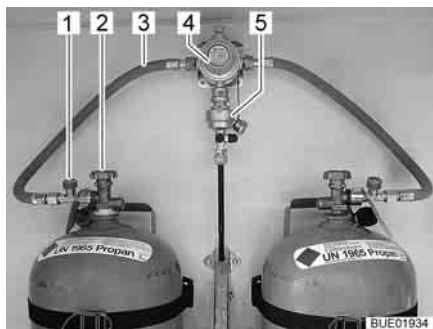
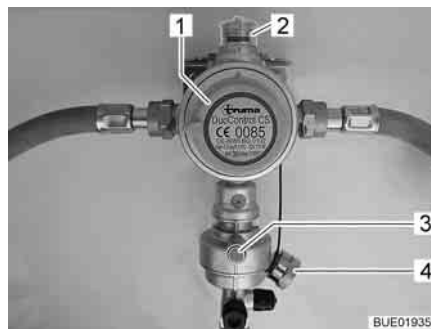

Fig. 58 Bombola del gas con DuoControl
Fig. 59 Impianto di regolazione Duo-Control
L'impianto di regolazione DuoControl consiste in una valvola di commutazione (Fig. 58,4) e un sensore crash (Fig. 58,5). L'impianto di regolazione DuoControl è installato tra i tubi flessibili del gas (Fig. 58,3) con un dispositivo antirottura del tubo flessibile (Fig. 58,1). Con la manopola (Fig. 59,1) sulla valvola di commutazione è possibile stabilire quale delle bombole del gas viene utilizzata come bombola in uso e quale come bombola di riserva.
Nella finestra di controllo (Fig. 59,2) viene visualizzato lo stato del rifornimento di gas:
Il funzionamento con una sola bombola del gas è consentito, ma in questi casi il collegamento aperto deve essere assolutamente chiuso con una copertura cieca (Fig. 59,4).
Il sensore crash blocca l'alimentazione del gas in caso di forti vibrazioni (es. incidente). Il sensore crash viene azionato mediante pressione del tasto reset verde (Fig. 59,3).
Il dispositivo antirottura del tubo flessibile (Fig. 58,1) blocca il flusso di gas quando il tubo flessibile collegato si rompe. Il dispositivo antirottura del tubo flessibile deve essere attivato premendo il tasto verde.
Tramite la centralina di controllo (Fig. 60) è possibile attivare e disattivare l'alimentazione del gas tramite l'impianto di regolazione DuoControl. Le valvole principali di arresto (Fig. 58,2) delle bombole del gas e i rubinetti di arresto del gas degli apparecchi devono essere aperti manualmente.
- Con la manopola (Fig. 59,1) sulla valvola di commutazione selezionare la bombola del gas, da cui proviene la principale alimentazione del gas (bombola in uso). Girare la manopola fino all'arresto.
- Aprire le valvole principali di arresto (Fig. 58,2) delle bombole del gas.
- Premere il tasto verde del dispositivo antirottura del tubo flessibile (Fig. 58,1). Nella finestra di controllo (Fig. 59,2) viene visualizzato il simbolo verde.
- Chiudere le valvole principali di arresto (Fig. 58,2) delle bombole del gas.
Se la spia di controllo verde (Fig. 60,6) si spegne durante il funzionamento e la spia di controllo rossa (Fig. 60,5) si accende, significa che la bombola in uso è vuota e deve essere sostituita. Nella finestra di controllo (Fig. 59,2) viene visualizzato il simbolo rosso. La bombola di riserva continua ad alimentare le utenze a gas.
- Ruotare di mezzo giro la manopola (Fig. 59,1) in direzione della bombola del gas utilizzata. In questo modo questa bombola del gas ora è la bombola in uso, mentre la bombola del gas vuota diventa la bombola di riserva. Il simbolo nella finestra di controllo (Fig. 59,2) passa da rosso a verde.
- Chiudere la valvola principale di arresto (Fig. 58,2) della bombola del gas vuota. Osservare la direzione della freccia.
- Premere il tasto verde del dispositivo antirottura del tubo flessibile (Fig. 58,1).